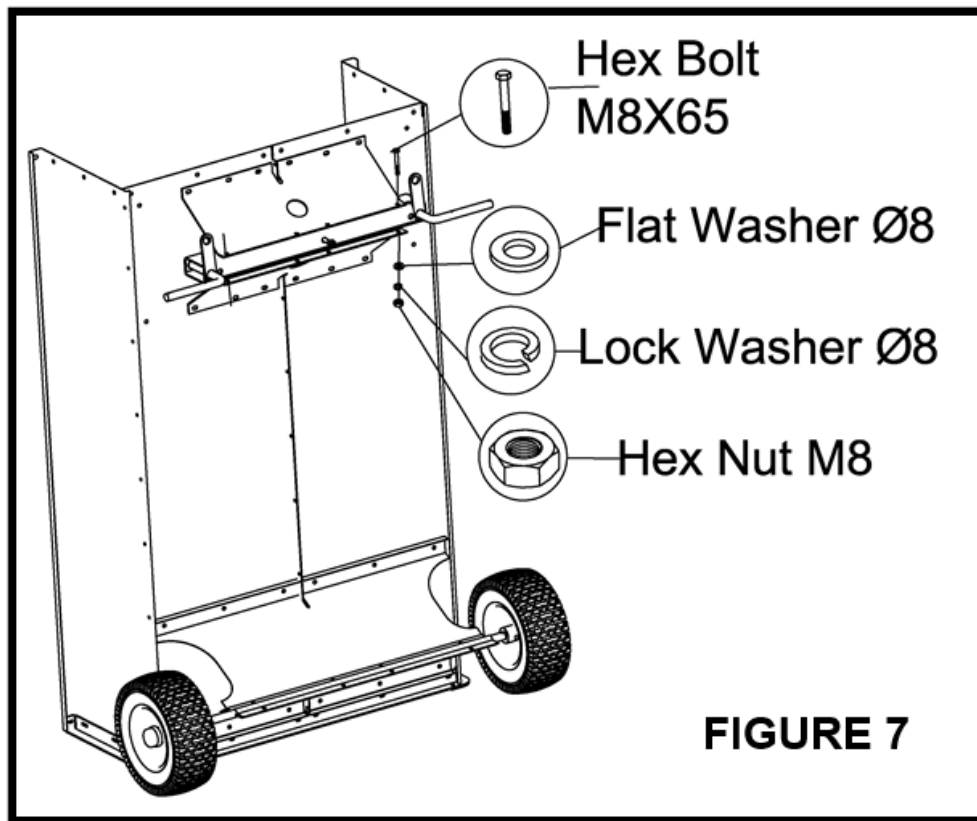

Abbildung 7
19. Die Vorderachskanäle zwischen den Vorderachshalterungen positionieren. Zwei M8X65 Sechskantschrauben durch die Löcher an den Enden der Halterungen stecken und mit einer Ø8-Sicherungsscheibe, einer Ø8-Unterlegscheibe und M8-Sechskantmuttern befestigen. Nicht festziehen. Siehe **Abbildung 7**.